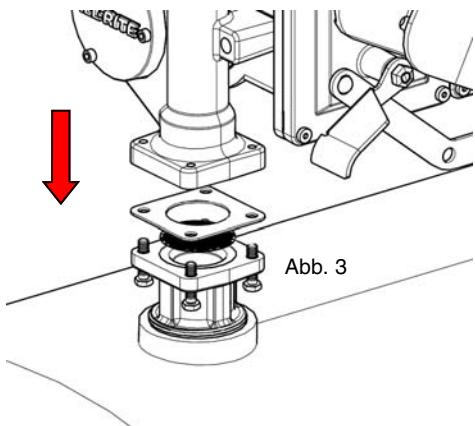

Abb. 3
3. Die Pumpe am Adapter montieren; sicherstellen, dass Dichtung und Sieb eingebaut werden wie dargestellt (Abb. 3).